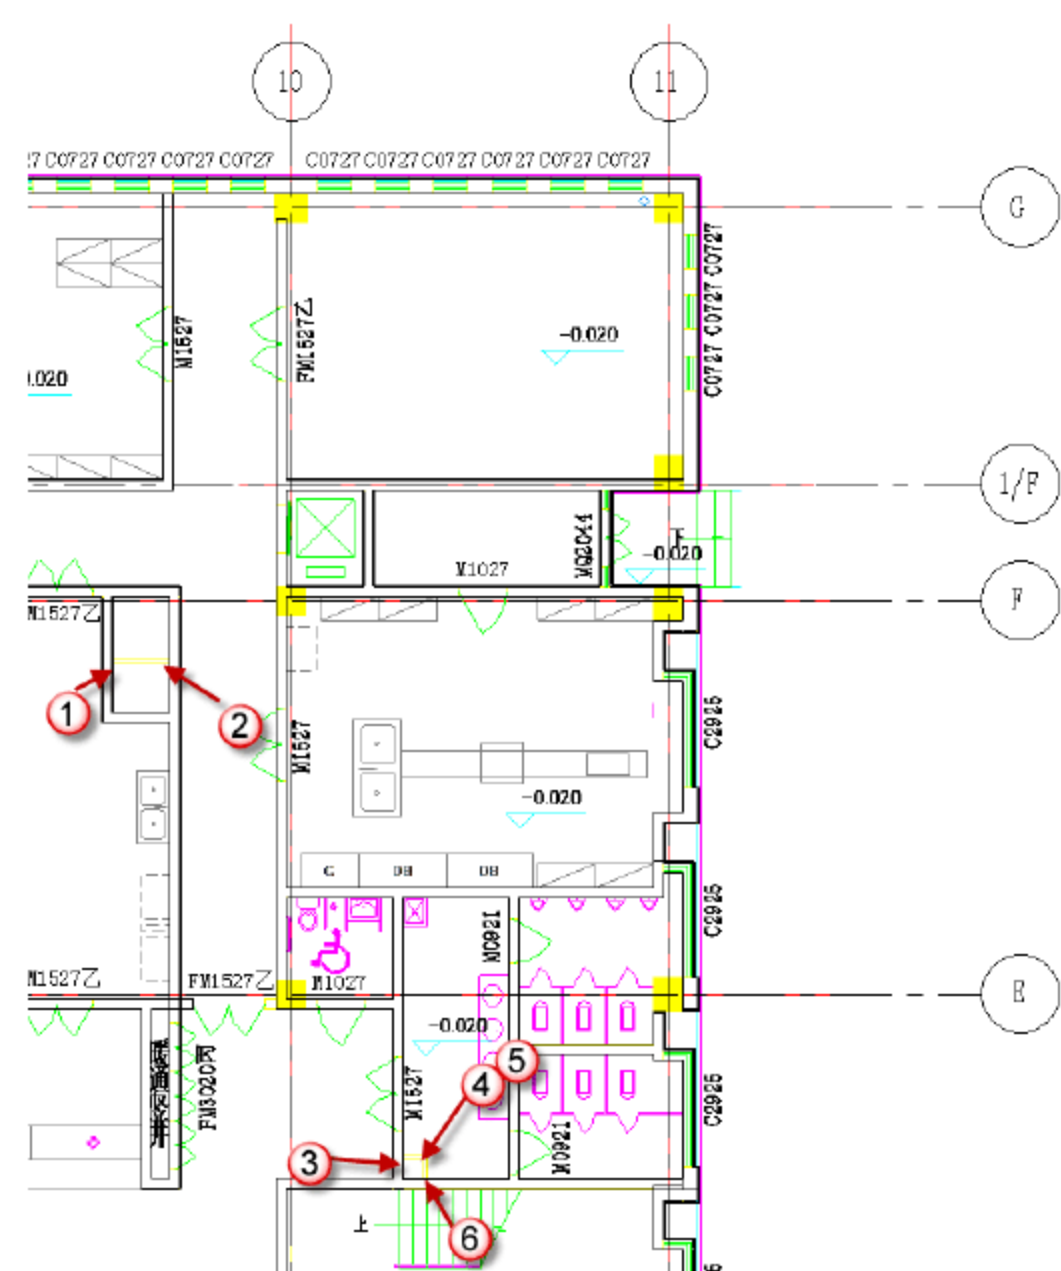
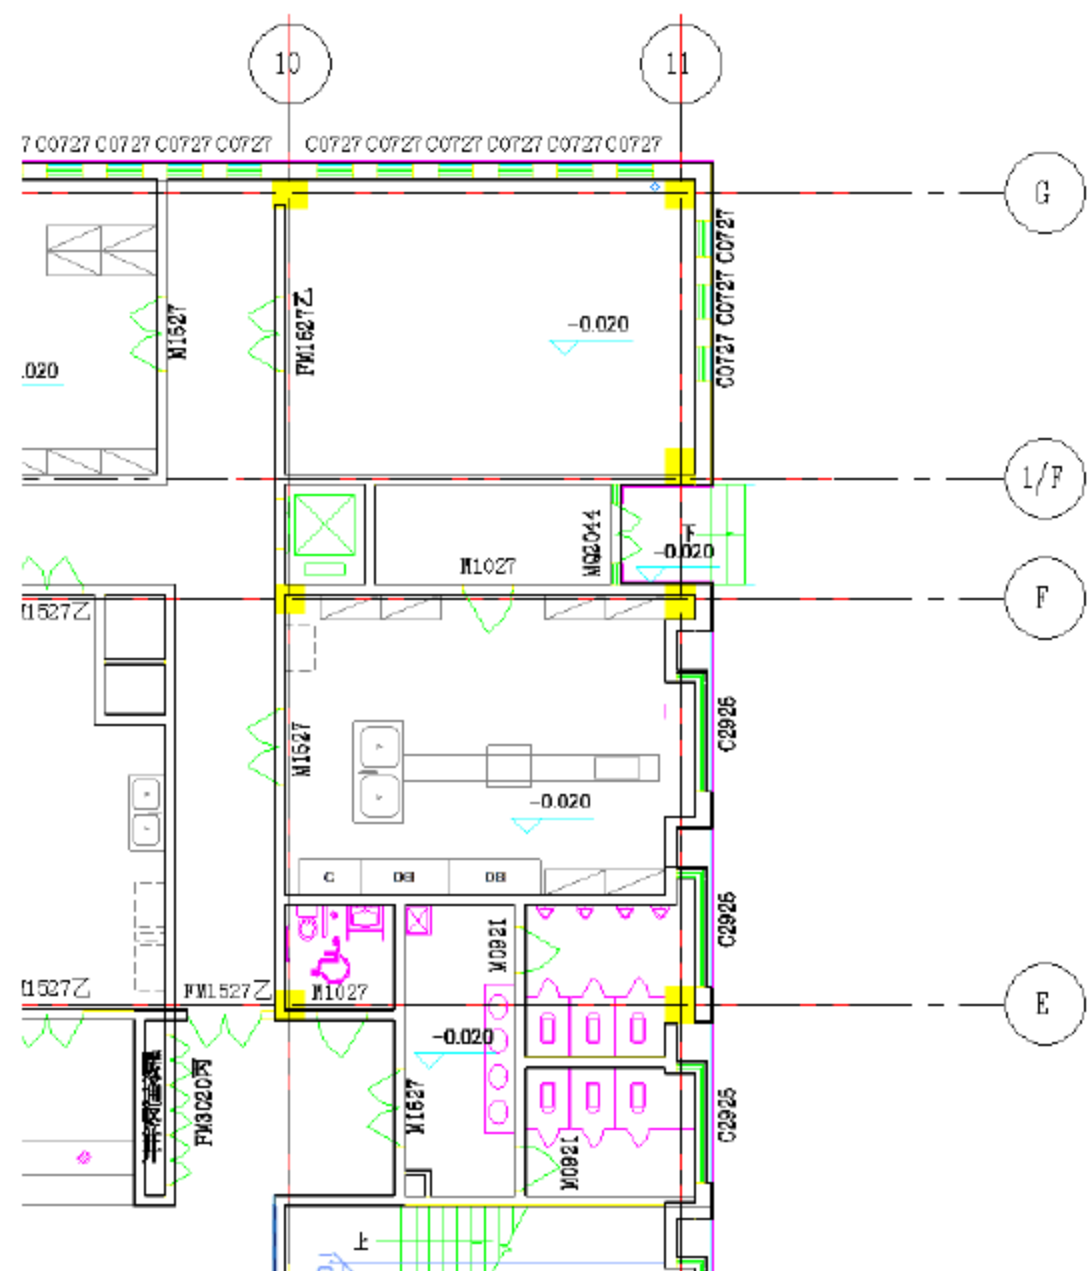
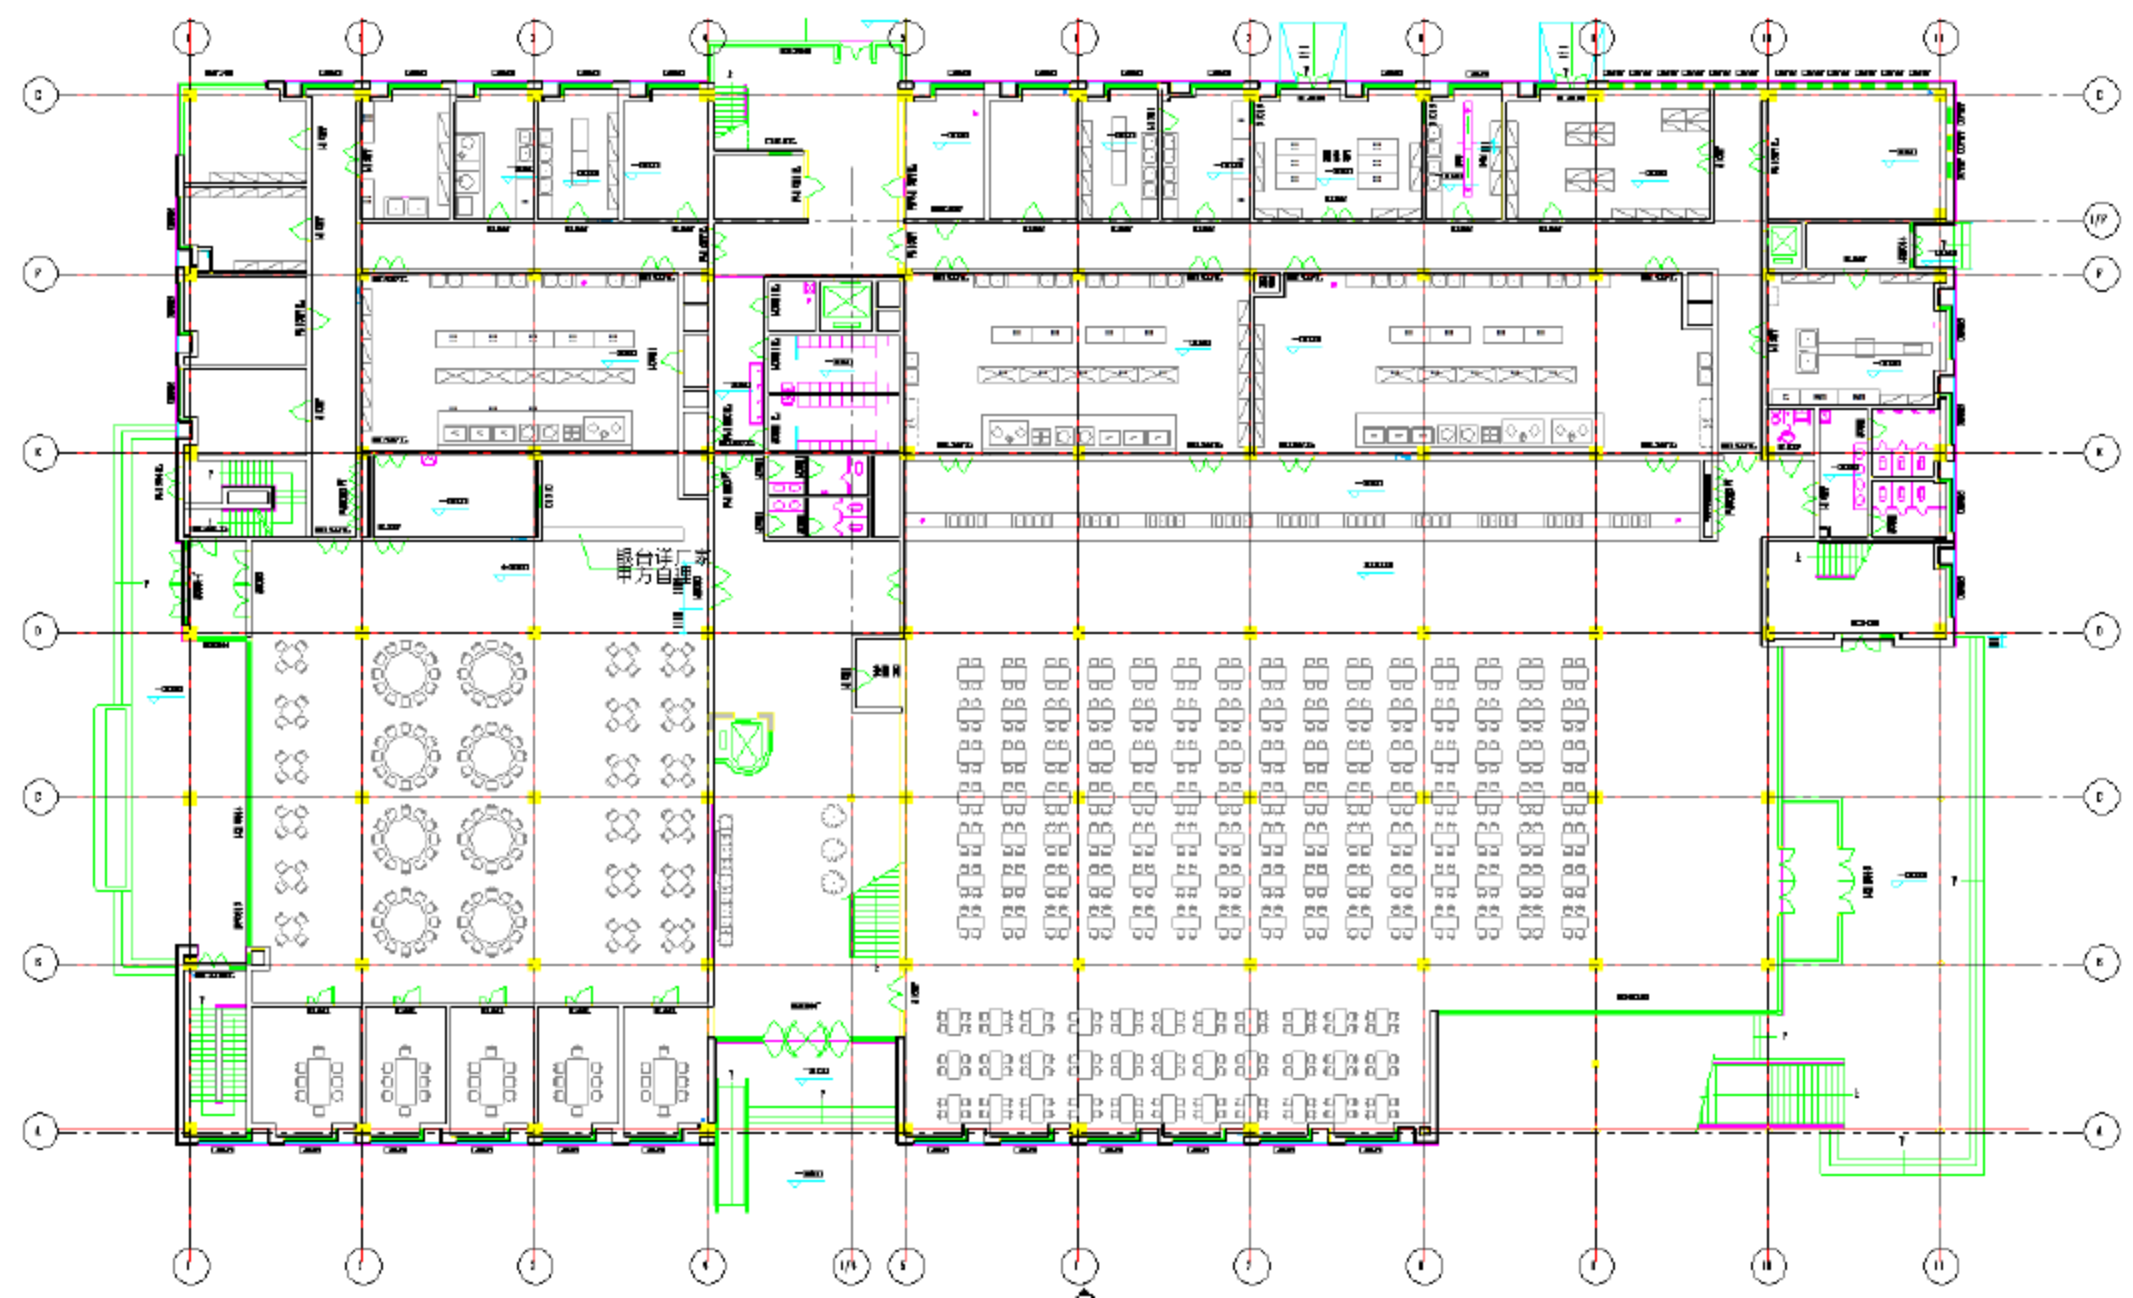

图 10.2.44 100mm 内墙捕捉点位置图
图 10.2.45 100mm 内墙部分完成
图 10.2.46 完成一层“砌体内墙-100mm”的绘制
(2) 绘制 E 轴到 G 轴和 10 轴到 11 轴线之间的内墙。选择“建筑”→“墙”→“墙：建筑”命令，也可以直接按快捷键 W+A。将“偏移量”改为“50mm”，依次捕捉图 10.2.44 所示位置，单击绘制墙体。绘制完成后按 Esc 键，可以退出外墙绘图界面。完成后这部分内墙如图 10.2.45 所示。这样就完成了一层“砌体内墙 100mm”的绘制，如图 10.2.46